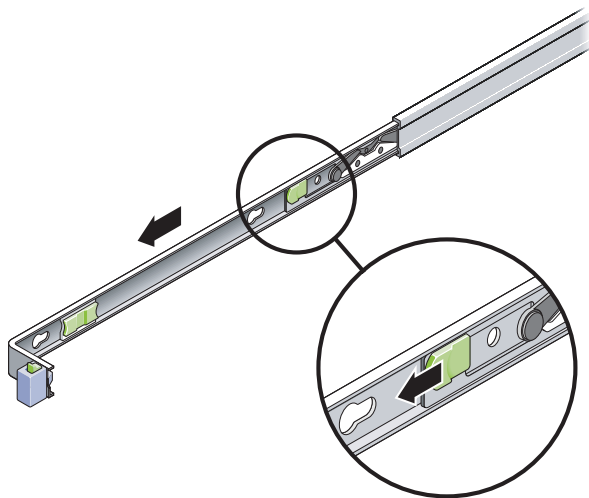

图 3-24 装配托架上释放按钮的位置
- c. 按图 3-24 所示的方向滑动装配托架释放按钮，然后将装配托架滑出滑轨。